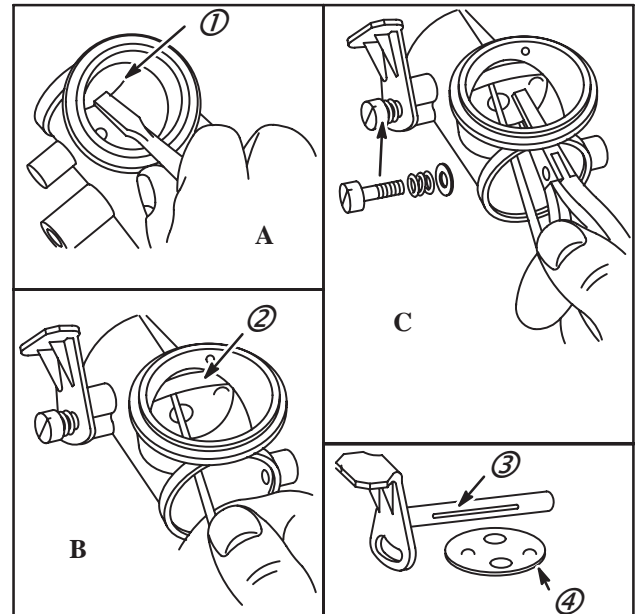

Fig. 134
Certains carburateurs deux pièces Flo-Jet ont un opercule qui ne doit être déposé que s'il est prévu de déposer l'axe ou le volet de starter (5). Certains carburateurs ont un axe de starter en nylon. Déposer comme indiqué, Fig. 134 - A. Extraire l'opercule. B. Introduire un outil tranchant sous l'axe de starter (2). C. Extraire le volet de starter (4) avec des pinces. Déposer la vis, le ressort et la rondelle puis extraire l'axe de starter en nylon (3).